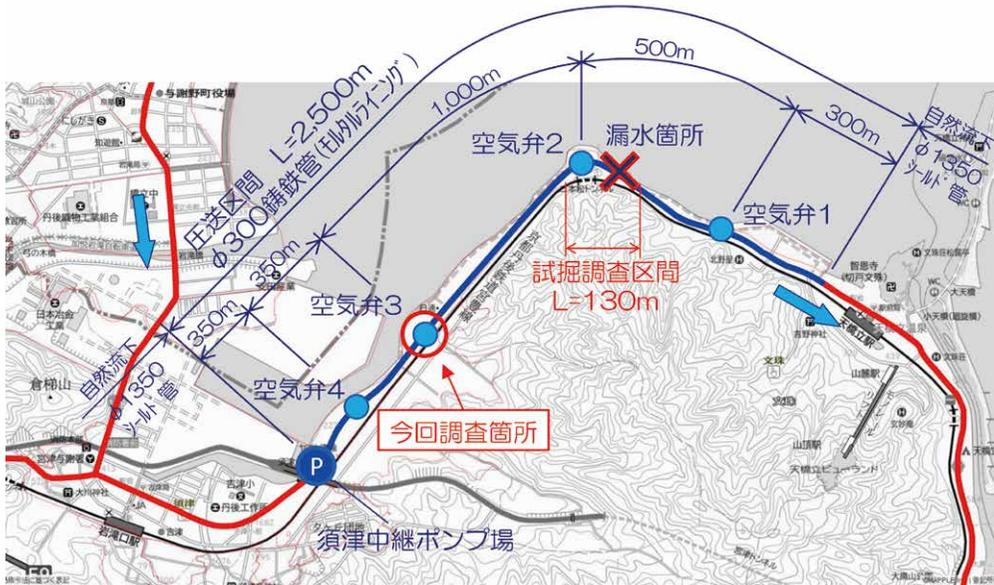
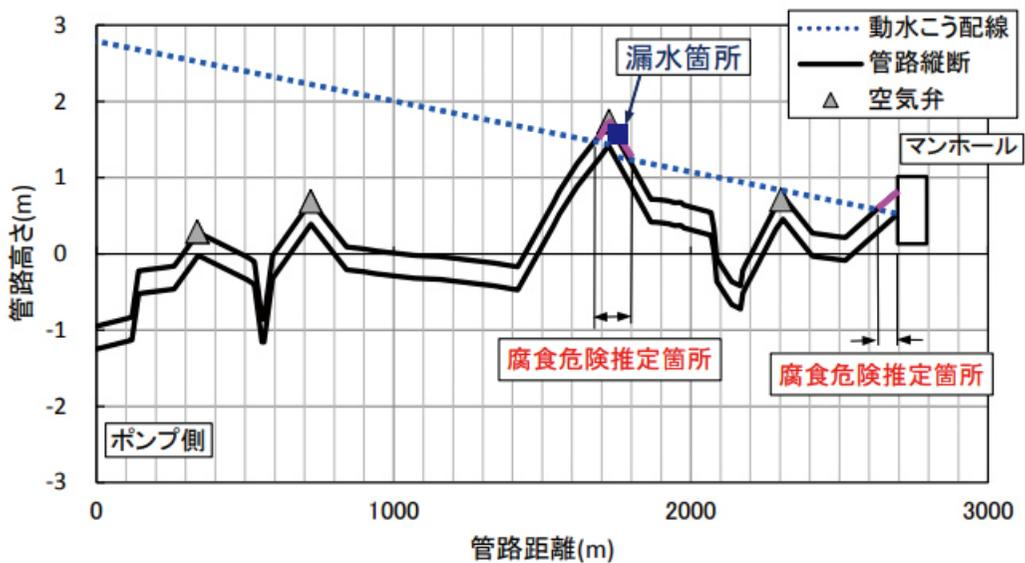

図4 宮津幹線の概要図
図5 腐食危険推定箇所
当該管路は平成7年に供用開始したものであり、移設の困難な水路等の埋設物を避けて布設したことから、アップダウンの多い管路縦断となっている。漏水箇所は図4の宮津幹線概要図に示す呼び径300のモルタルライニングを施したダクタイル鉄管の空気弁付近であった。
- ①本圧送管路での腐食危険推定箇所として抽出されたのは図5に示す縦断面図の赤色で示す区間であった。
- ②腐食危険推定箇所の管路縦断頂上部には空気弁が設置された非満流区間であり、常に空気が供給される環境であった。
- ③漏水は図4に示す空気弁2付近の危険推定箇所で発生していた。
- ④漏水の発生していない他の空気弁は全て汚水の動水勾配線より低い高さであった。